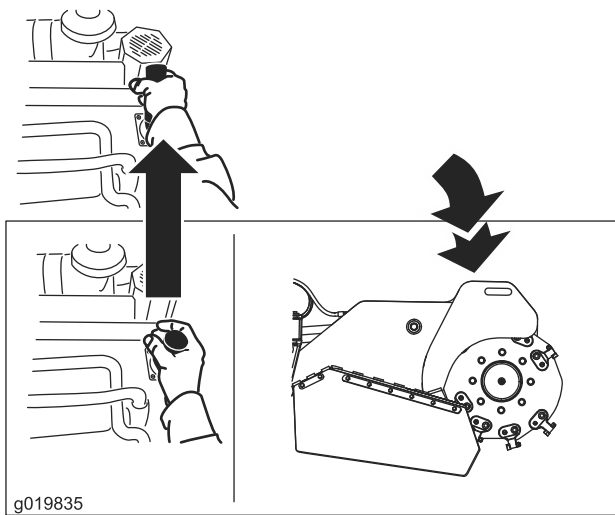

Figura 15
- Per abbassare la tranciatrice, spingete in avanti la leva (Figura 15).